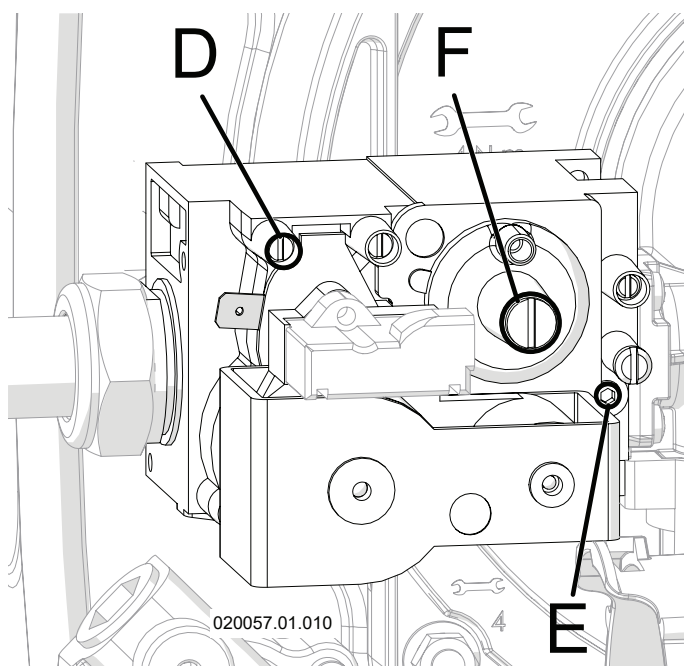

Figure 11-9 Gas valve
- 3.-ruotare la vite particolare "D" di Figure 11-9, In senso orario fino a serraggio;